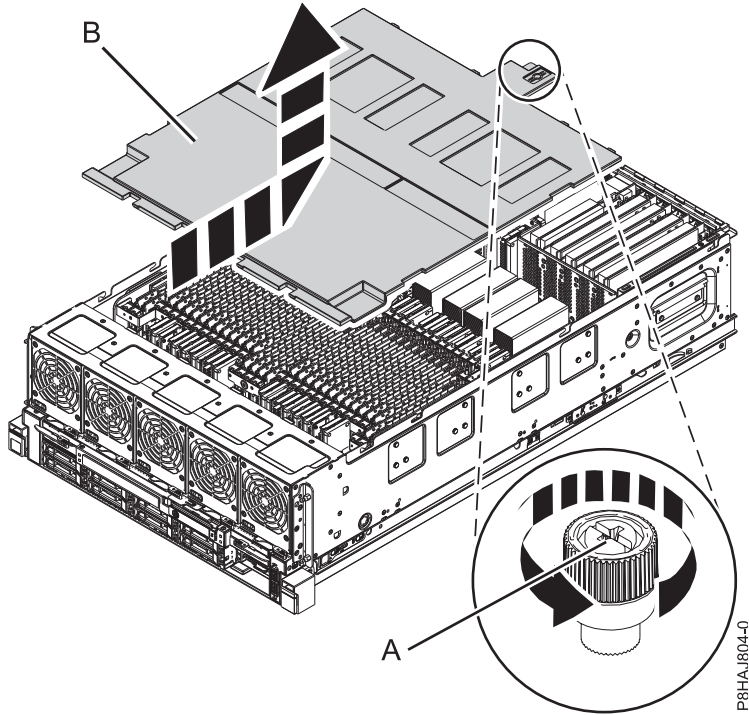

Figure 12. Retrait du capot de sécurité
2. Desserrez la vis moletée (A) située à l'arrière du capot en la tournant dans la direction illustrée dans figure 12, à la page 34.
3. Faites glisser le capot de sécurité (B) vers l'arrière du système. Une fois l'avant du capot dégagé du bord supérieur du châssis, soulevez et retirez le capot.